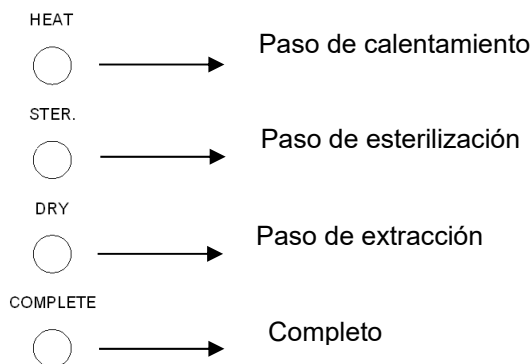

Figura 24
- F.4 Gire la perilla del interruptor “Liquid Sterilization” (Esterilización de líquidos) a la posición encendido ON (I) para la esterilización de líquidos, consulte la sección “5.2.3.3 Panel de control – Función para líquidos (opcional)” para referencia.
- F.5 Presione el botón START (INICIO). El progreso actual del ciclo de esterilización se indica en el indicador estado de proceso. (Figura 24)